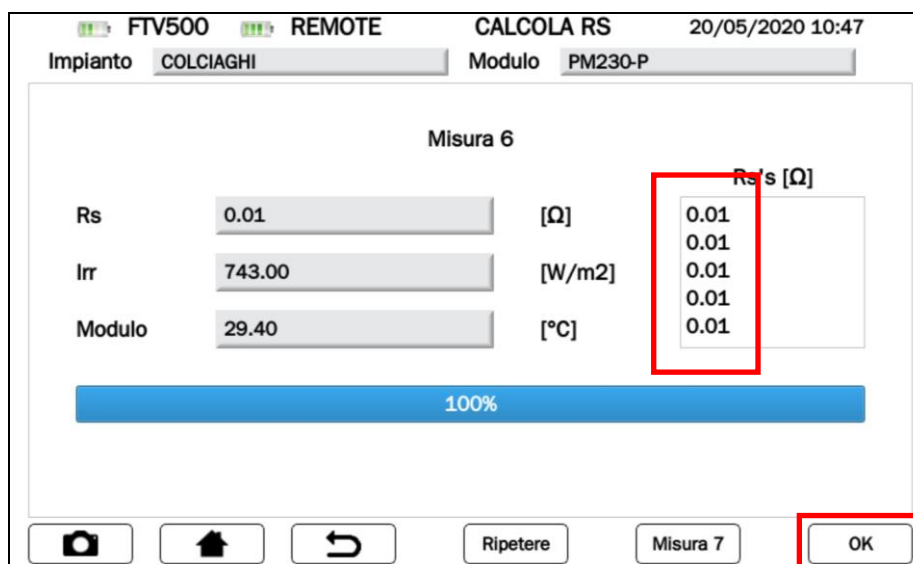

Figura 14.7.3-19 Schermata Misure "x"
- **NOTA:** a partire dalla **Misura 2**, e solamente se verrà visualizzato il risultato in "Ω" nella casella "Rs's", si attiverà il tasto **OK** (vedi Figura 14.7.3-19), che se premuto eseguirà automaticamente il test "Curva I-V"